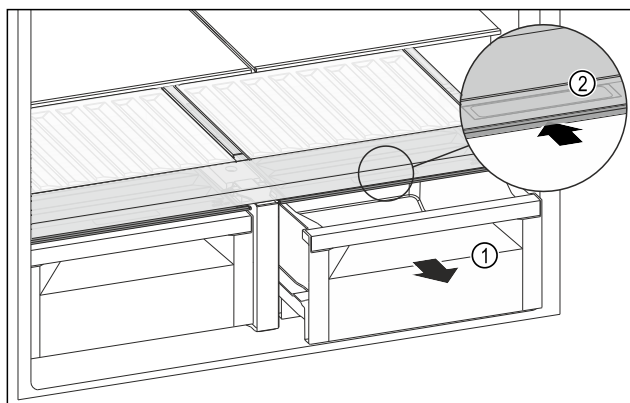

Fig. 132
- Изтеглете чекмеджето Fig. 132 (1).
- Хванете вдлъбнатия захват Fig. 132 (2) на капака на отделението и едновременно с това избутайте назад капака на отделението.